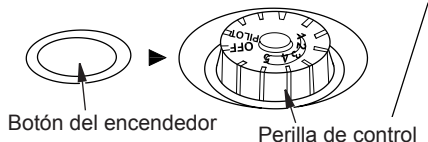

Figura 19 - Perilla de control en la posición OFF (apagado)
5. Gire la perilla de control en dirección contraria a las manecillas del reloj  hasta la posición PILOT (piloto). Mantenga presionada la perilla de control durante cinco (5) segundos (consulte la figura 19).